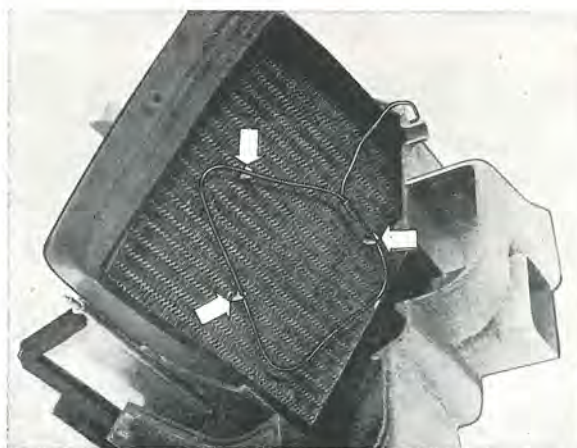

Bild 18. Montering av cellpaket och känselkropp
4. Tryck fast känslekroppen med plastklammorna (bild 18).
5. Montera den nya ventilens känselkropp med plastklammorna enligt bild 18.